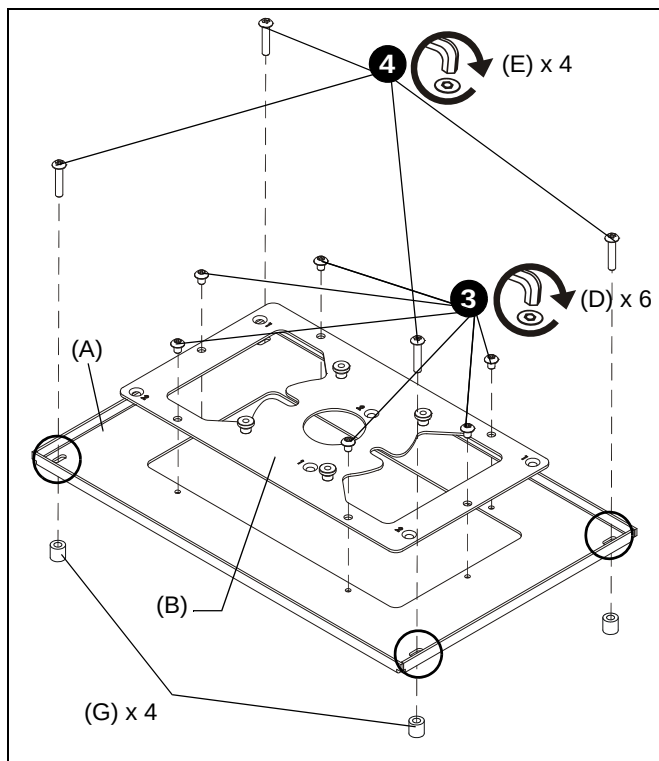

Figure 4
3. Fixez la petite plaque d'adaptation (B) à la grande plaque d'adaptation (A) à l'aide de six vis de fixation à tête ronde 10-24 x 1/4 po (D). (Voir Figure 4)
4. Fixez les plaques d'adaptation jointes au projecteur à l'aide de quatre vis de fixation à tête ronde M4 x 20mm (E) et (le cas échéant) d'entretoises (G) enfilées dans chaque coin de la grande plaque d'adaptation (A). (Voir Figure 4)